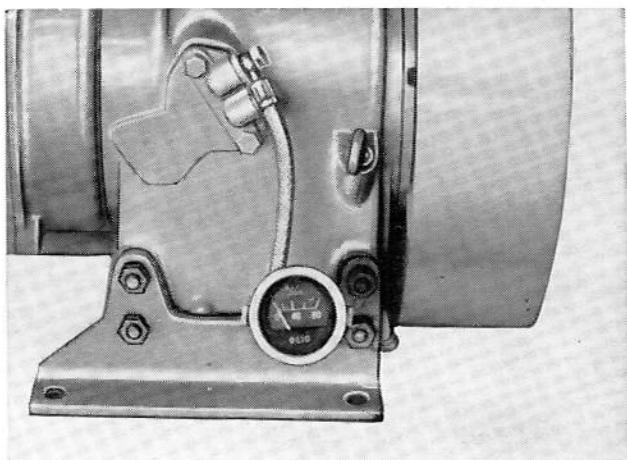

Fig. 86
- Vérifier avec un manomètre, raccordé à la prise sur le bâti, la pression d'huile à chaud. Au régime maximum elle doit être de 2,5 à 4,0 kg/cm², au ralenti de 0,5 à 1,0 kgm/cm² (fig. 86). Si elle est inférieure, vérifier le clapet limiteur de pression et la pompe à huile comme indiqué.